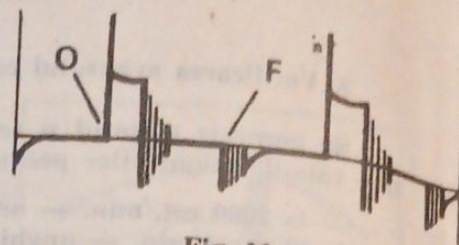

Fig. 11
Se urmărește pe osciloscop diagrama obținută fig. 11 astfel ca în punctul (O) (contacte închise) respectiv (F) (contacte deschise) să fie unghi drept (90°).